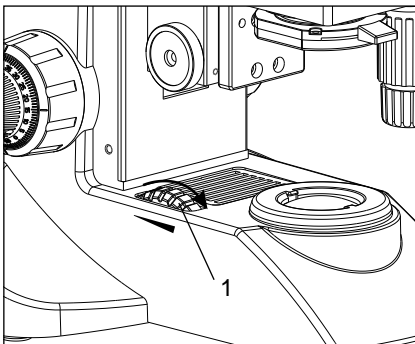

Fig. 6
2. Drehen des Lichtintensitätjustagedrehknopfes (Fig. 6) in der Richtung des Pfeiles erhöht Helligkeit und das Drehen sie in der entgegengesetzten Richtung verringert Helligkeit. Die Abbildungen um den Drehknopf zeigen den Intensitätshebel an.